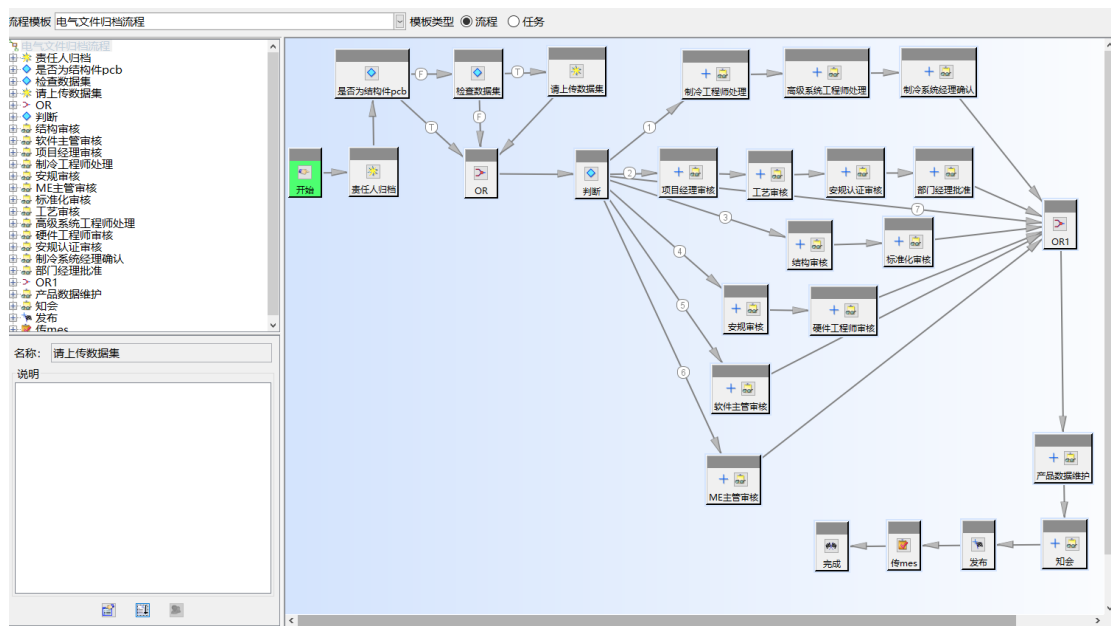

图 1
1. 进入工作流程设计器模块, 进入对应的流程 (如图 1)。